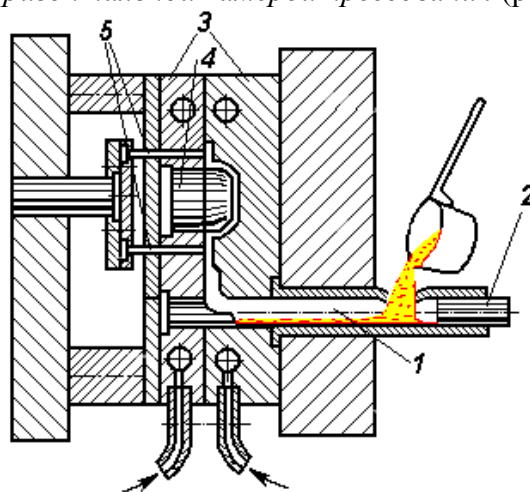

Рис. 2.9. Машина для литья под давлением с холодной горизонтальной камерой прессования
1. Машины с холодной горизонтальной камерой прессования (рис. 2.9).